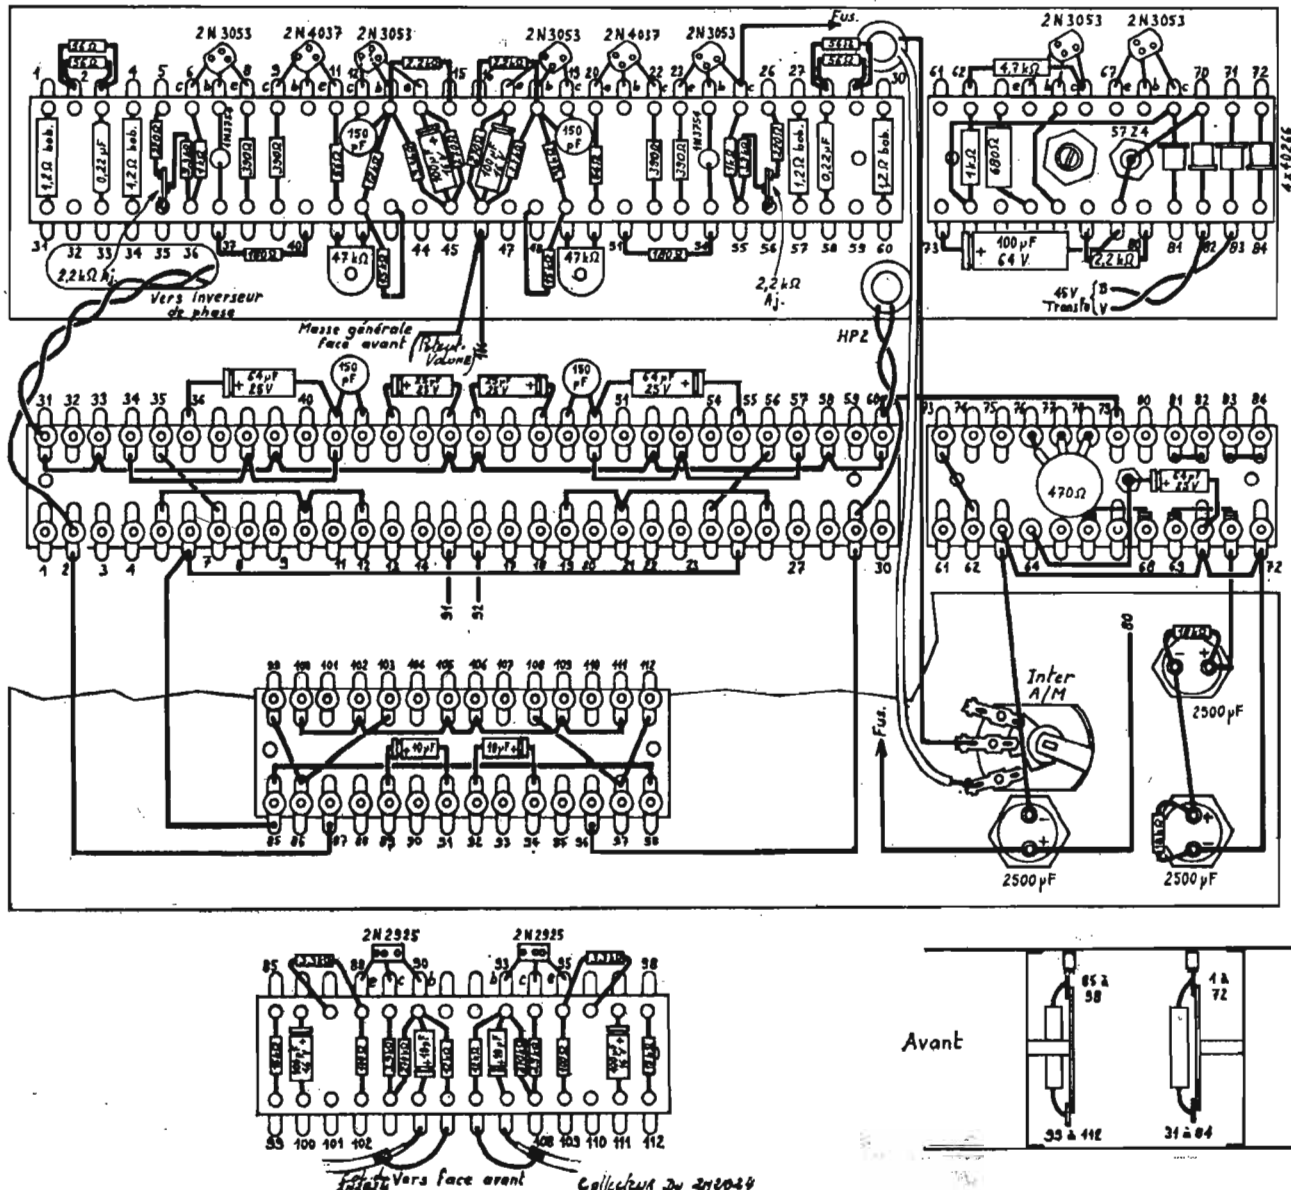

FIG. 3. — Câblage de la première plaquette intermédiaire, de la plaquette alimentation et des deux côtés de la plaquette amplificateur (échelle 1/2)
— Effectuer les strappages côté « cosses » et selon le plan de câblage (fig. 3) en utilisant les cosses tournées vers l'intérieur.
c) Câblage réglette alimentation : voir le plan de réalisation figure 3.
a) Mettre en place l'interrupteur « secteur » (voir fig. 3).